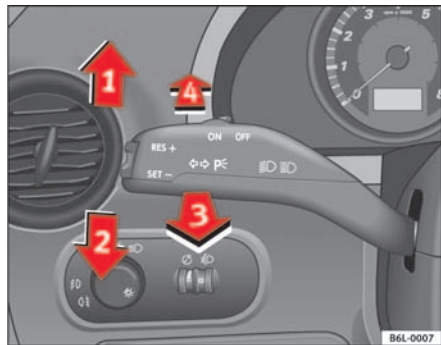

Fig. 59 Palanca de intermitentes y de luz de carretera
- Desplace la palanca hacia arriba hasta el tope ⇒ fig. 59 ① para encender el intermitente **derecho** o bien hacia abajo ②, para encender el intermitente **izquierdo**.
- Desplace la palanca hacia adelante ⇒ fig. 59 ④ para encender la luz de carretera.